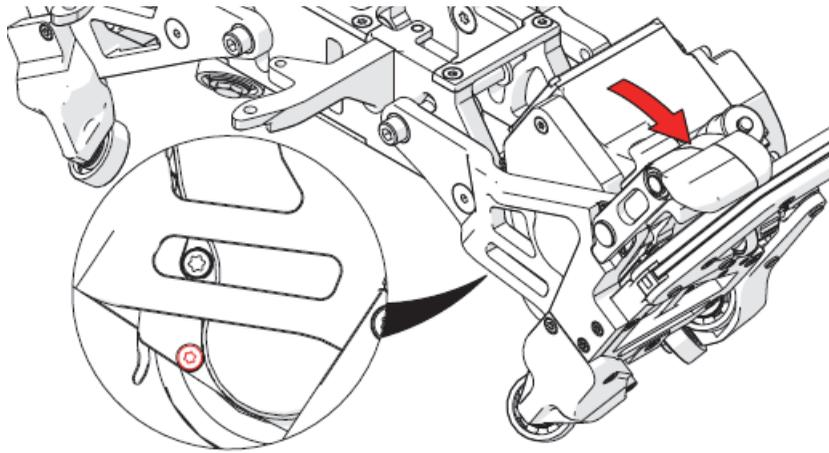

Figure 2-5 Retrait de la vis Torx du bas du protecteur de la roue motrice
3. Abaissez la poignée d'actionnement du moteur. Vous verrez alors une vis Torx au bas du protecteur de la roue motrice (Figure 2-5 à la page 95).